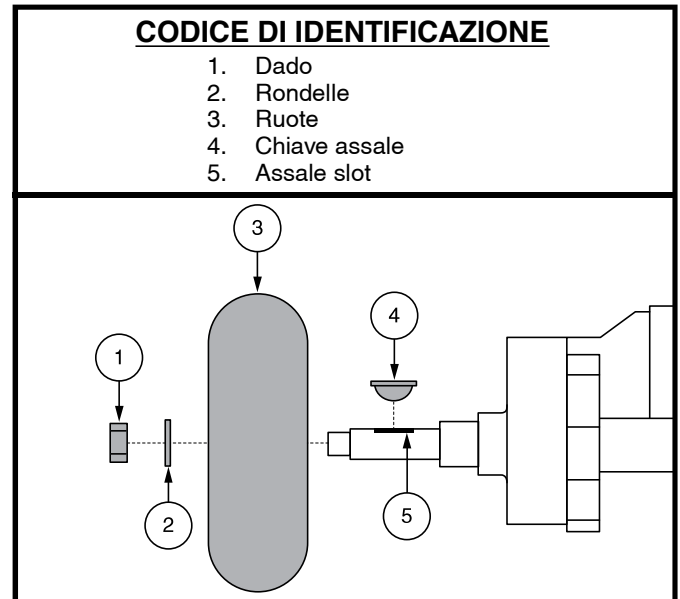

Figura 35. Rimozione di ruote a gomma solida
3. Rimuovere il cappuccio, dado e rondelle dall'assale della ruota. **Vedere figura 35.**